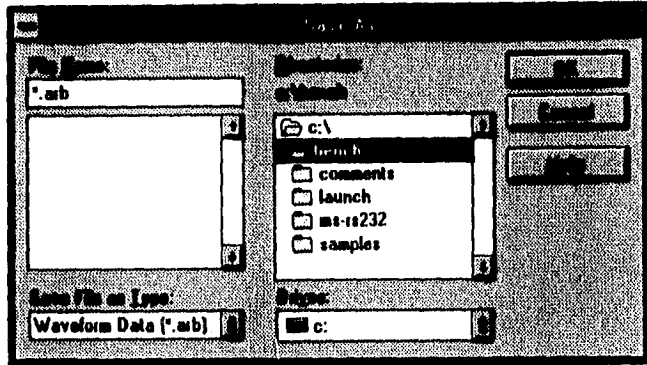

Figura 4.34
1. Seleccionar File/Save As... de la barra de menú o presionar el icono de Almacenar. El cuadro de diálogo SAVE AS aparecerá (ver Figura 4.34).